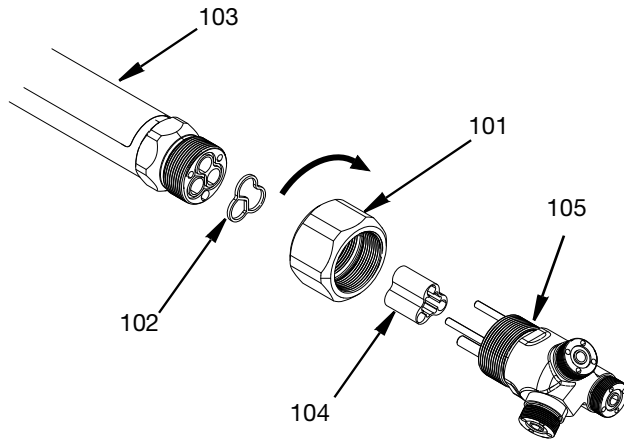
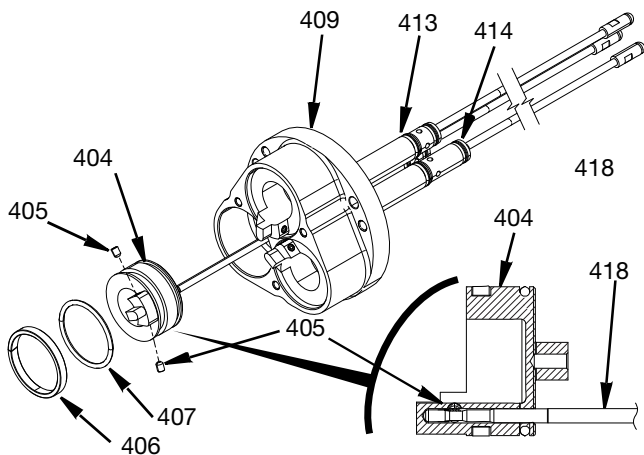

Рис. 29
Рис. 32
1. Установите прокладку адаптера (102) в конец длинной трубки (103). Установите подшипник запорного клапана (104) на иглы запорного клапана (418).
**ПРИМЕЧАНИЕ:** Открытый конец подшипника запорного клапана (104) должен быть направлен в сторону раздаточных сопел.
2. Нанесите противозадирную смазку на резьбу длинной трубки (103) и 3-портового адаптера (105).
3. Наденьте стопорную гайку стяжной муфты (101) на резьбовой конец длинной трубки (503), но не закручивайте ее.
4. Вставьте установочные штифты 3-портового адаптера (105) в длинную трубку (103). Поверните гайку стяжной муфты по часовой стрелке, стоя лицом к корпусу поворотного шарнира, чтобы резьба длинной трубки (103) и 3-портового адаптера (105) одновременно пришли в зацепление. Затяните гайку с усилием 75 фут-фунтов (101,69 Н•м). См. Рис. 29.
6. Нанесите тонкий слой литиевой смазки на иглы запорного клапана (418) и вставьте их через короткую и длинную направляющие уплотнения подшипника (413 и 414).
7. Установите уплотнительные кольца (407) и направляющие кольца (406) на поршни (404).
8. Поместите поршни (404) на иглы запорного клапана (418) Рис. 29 отверстия корпуса пневматического цилиндра (409) до тех пор, пока поршни не войдут в отверстия корпуса пневматического поршня. См. Рис. 32.